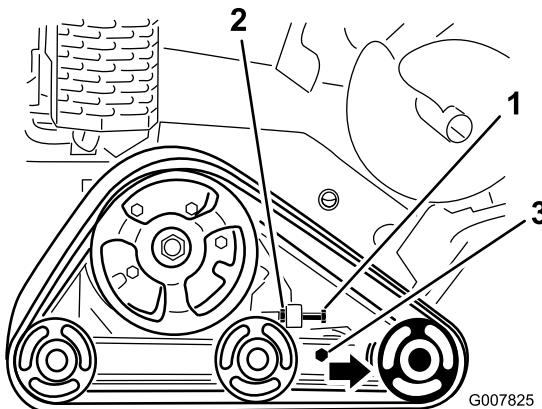

Figura 47
3. Afloje la contratuerca del perno tensor de la oruga, y los pernos de fijación del brazo tensor (Figura 47).
4. Apriete el perno tensor a 32,5–40,7 N·m para tensar la oruga (Figura 47).
4. Afloje el perno tensor y la contratuerca (Figura 47).
5. Afloje los pernos de fijación (Figura 47).